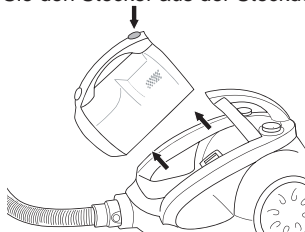

Abbildung 10 Entfernen von Abfall aus dem Staubauffangbehälter
3. Nehmen Sie den Staubauffangbehälter heraus, indem Sie die Entriegelungstaste (siehe Abbildung 10) des Staubauffangbehälters eindrücken und den Behälter herausnehmen und halten Sie ihn über einen Müllsack.